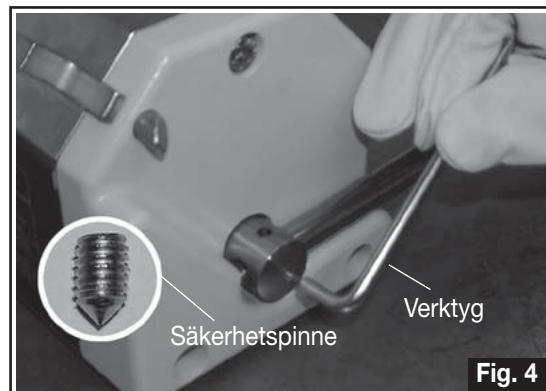

Fig. 4
- E) För in säkerhetsspinnen. Skruva fast säkerhetsspinnen med verktyget ända till botten för att blockera spaken (fig. 4).